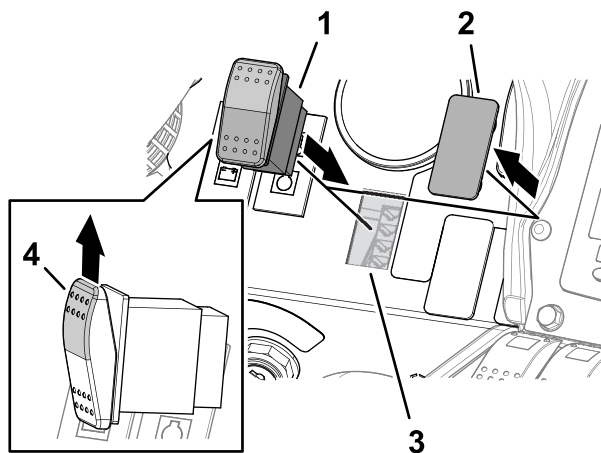

Figure 77
1. Retirez l'obturateur du tableau de bord comme montré à la Figure 77.
2. Alignez l'interrupteur à 2 positions sur l'épaulement (Figure 77) aligné au sommet de la planche de bord.
3. Insérez la commande à 2 positions dans le trou du tableau de bord (Figure 77).